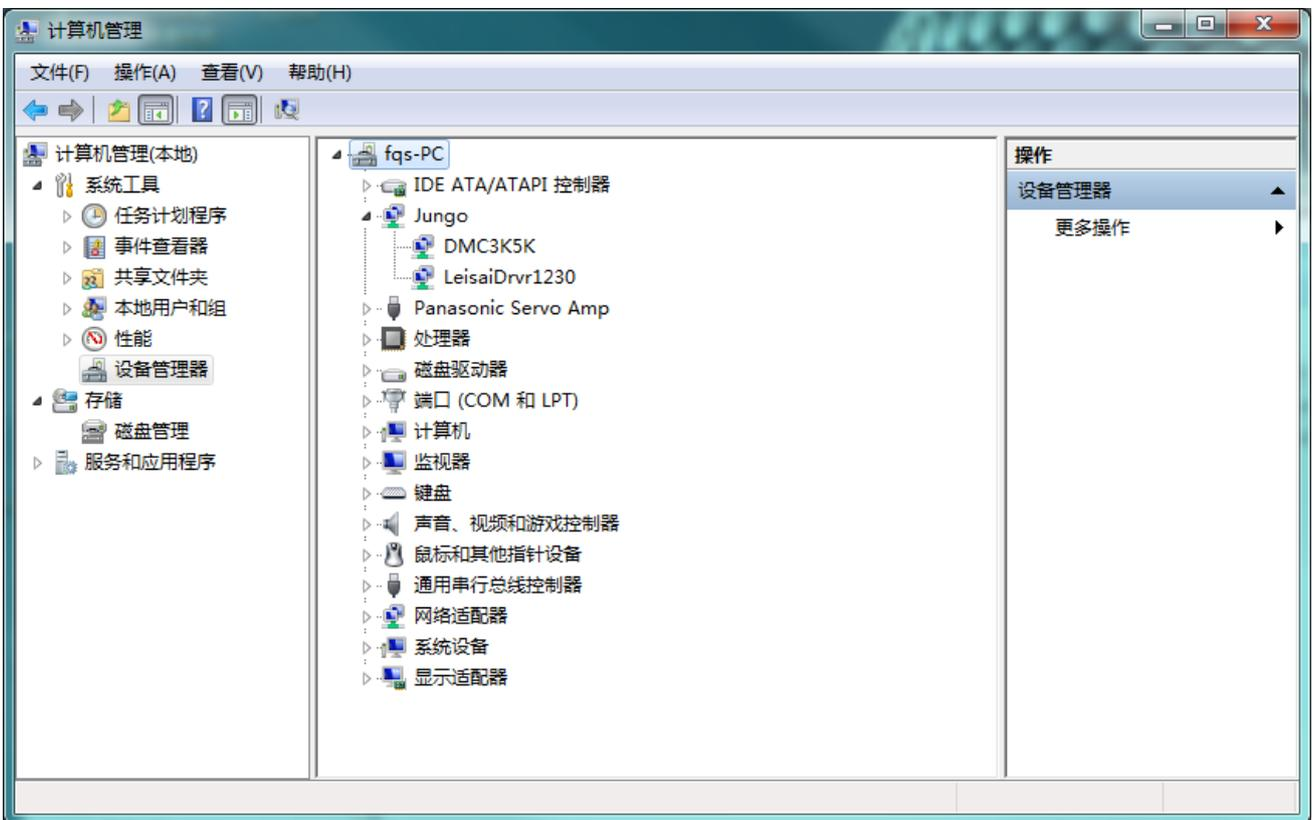

图 4.11 正确安装驱动程序后的设备信息
7、打开设备管理器，在“Jungo”选项下可以看到“DMC3K5K”和“LeisaiDrvr1230”注册信息。至此控制卡就可以正常使用了，如图 4.11 所示。